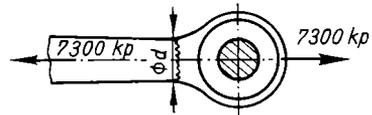

Bild 2
2. Eine Schubstange, hin- und hergehend, überträgt 7300 kp abwechselnd als Zug- und Druckkraft. Welchen Durchmesser muß die Stange an der dünnsten Stelle erhalten, damit die auftretende Zug- und Druckspannung den Wert 300 kp/cm^2 nicht überschreitet (Bild 2)?